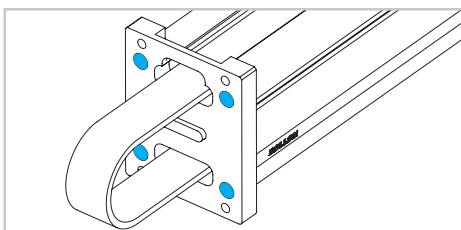

Fig. 15
- 15) Rimuovere la piastra di connessione svitando le 4 viti (Fig. 15).